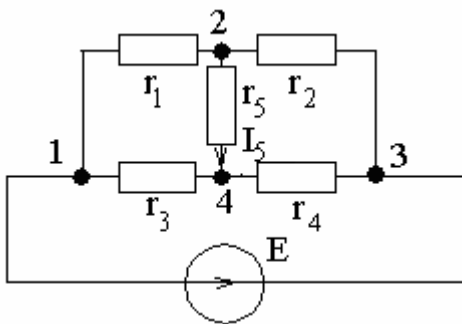

Рис. 53
25. Определить ток в диагонали моста (рис. 53), если $E=12$ В, $r_1=20$ Ом, $r_2=40$ Ом, $r_3=30$ Ом, $r_4=10$ Ом, $r_5=50$ Ом. Решать методом эквивалентного генератора.